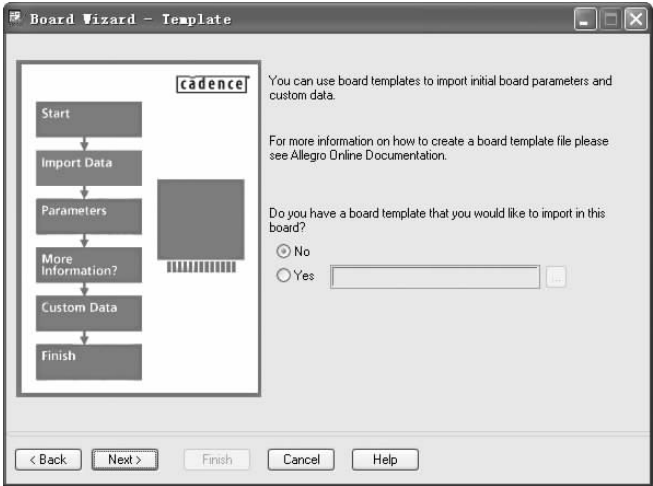

图 12-76 “Board Wizard - Template（板向导模板）”对话框
5) 单击  按钮，进入图 12-76 所示的对话框，选择“No（否）”选项，表示不输入模板。